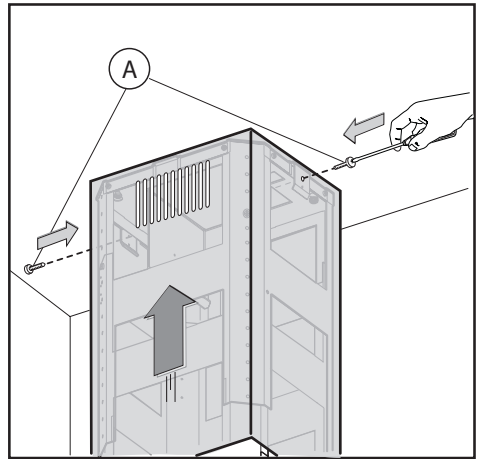

Fig.10
-Ta det övre rökröret och fäst på strukturen med de 2 skruvarna **A** (Fig.10).